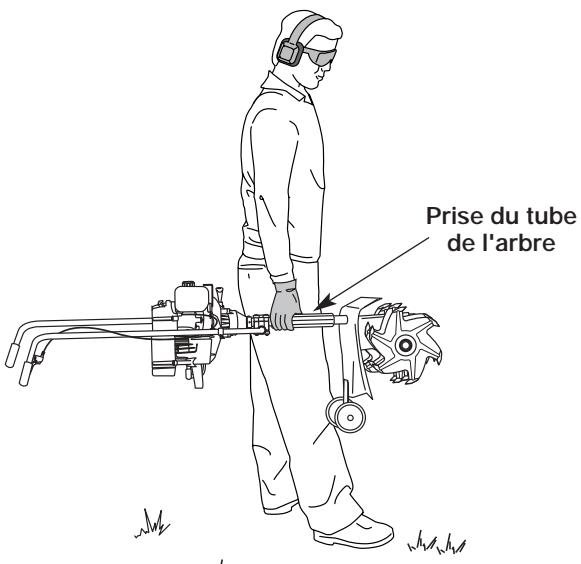

Figure 30
- Transportez l'appareil en le tenant par la prise du tube de l'arbre ou bien saisissez le centre de la barre pour l'utiliser comme poignée de transport (Fig. 30).